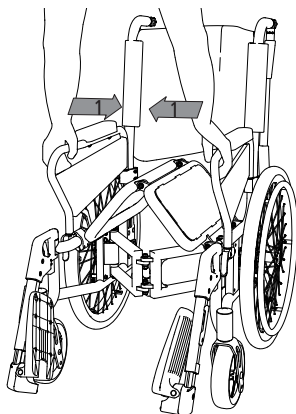

fig. 30
6. Efterfølgende tages fat i den forreste del af siddedelene, og begge delene trykkes mod hinanden i midten. Kørestolen klappes sammen (1, fig.30).